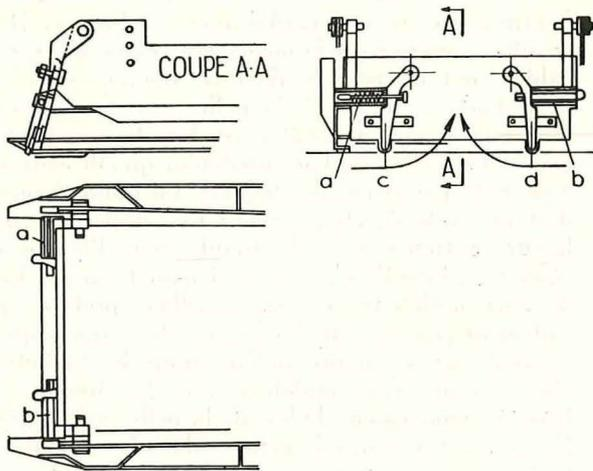
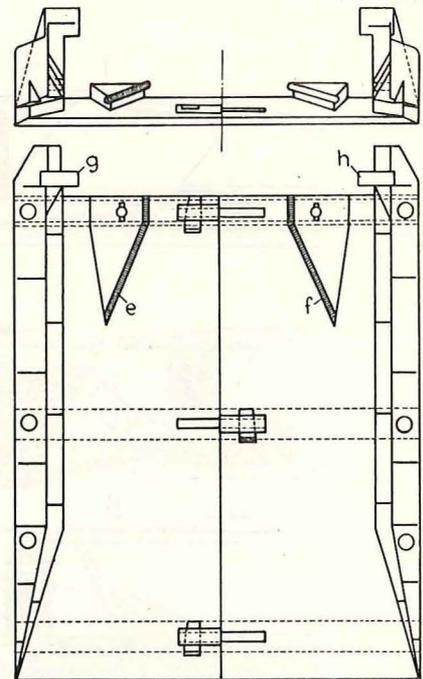

Fig. 7. — Coupe, élévation et vue en plan de la porte avec son verrouillage.
Fig. 10. — Coupe et vue en plan de l'estacade.
5°) La porte et son verrouillage (fig. 7).
Il est maintenu en position fermée par deux verrous à ressorts *a* et *b* (fig. 7) actionnés par les leviers *c* et *d*.
C. L'estacade (fig. 10).
- a) elle déverrouille automatiquement la porte de l'accumulateur. Les leviers *c* et *d* (fig. 7) viennent buter sur les faces intérieures des surépaisseurs *e* et *f* (fig. 10) fixées sur le fond de l'estacade. Ils sont ainsi déplacés dans le sens des flèches et déverrouillent la porte ;